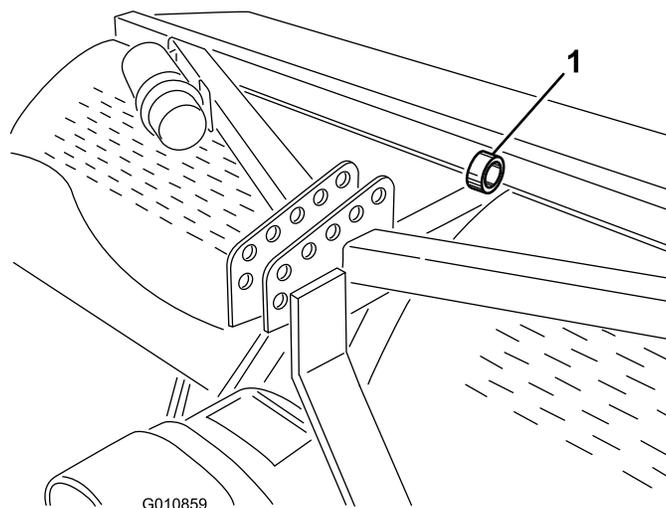

図 38
**注** エアレータはホイストで吊り上げることができます。その場合、コアリング・ヘッドのアイを吊上げポイントとして利用します（図 38）。十分な吊り上げ能力のあるホイストを使ってください。各エアレータの重量については「仕様」のページの表をご覧ください。